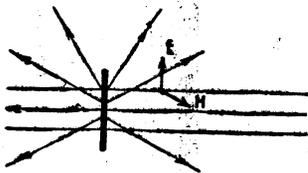

Figure 9
a) **Réseaux de dipôles.** — Un dipôle est une antenne rectiligne formée de deux brins symétriques et alimentée en son centre (fig. 6). La longueur de cette antenne est réglée pour qu'elle entre en résonance à la fréquence de travail. Les résonances les plus utilisées sont le double quart d'onde ou la double demi-onde (fig. 7 a et b)). Le diagramme de rayonnement d'un dipôle vertical est un cercle dans le plan horizontal (pas de directivité); dans le plan vertical, il a la forme représentée en 8. La résistance de rayonnement du dipôle double demi-onde, situé loin du sol (qui constitue un plan réflecteur) est d'environ 75 ohms. Si l'on place un dipôle formé d'un seul brin isolé sur le trajet d'une onde plane (fig. 9), ce doublet absorbe une certaine puissance qu'il rayonne suivant une distribution conforme à son diagramme de rayonnement. On a donc, dans l'espace environnant le dipôle, un champ qui est la superposition du champ de l'onde émise par celui-ci et de l'onde incidente. On conçoit qu'en certains points où les champs sont en phase il y ait renforcement de l'onde incidente et qu'en d'autres points où les champs sont en opposition de phase, il puisse y avoir l'annulation de cette onde.